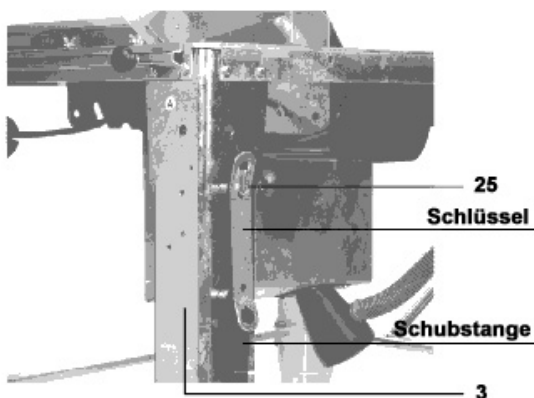

Abb. 20
- Verbinden Sie den Schlauch (21) mit der Schutzhaube (20) und mit dem Trichter (14). Klemmen Sie den Schlauch (21) anschließend in den Schlauchhalter (7). (s. Abb. 20)